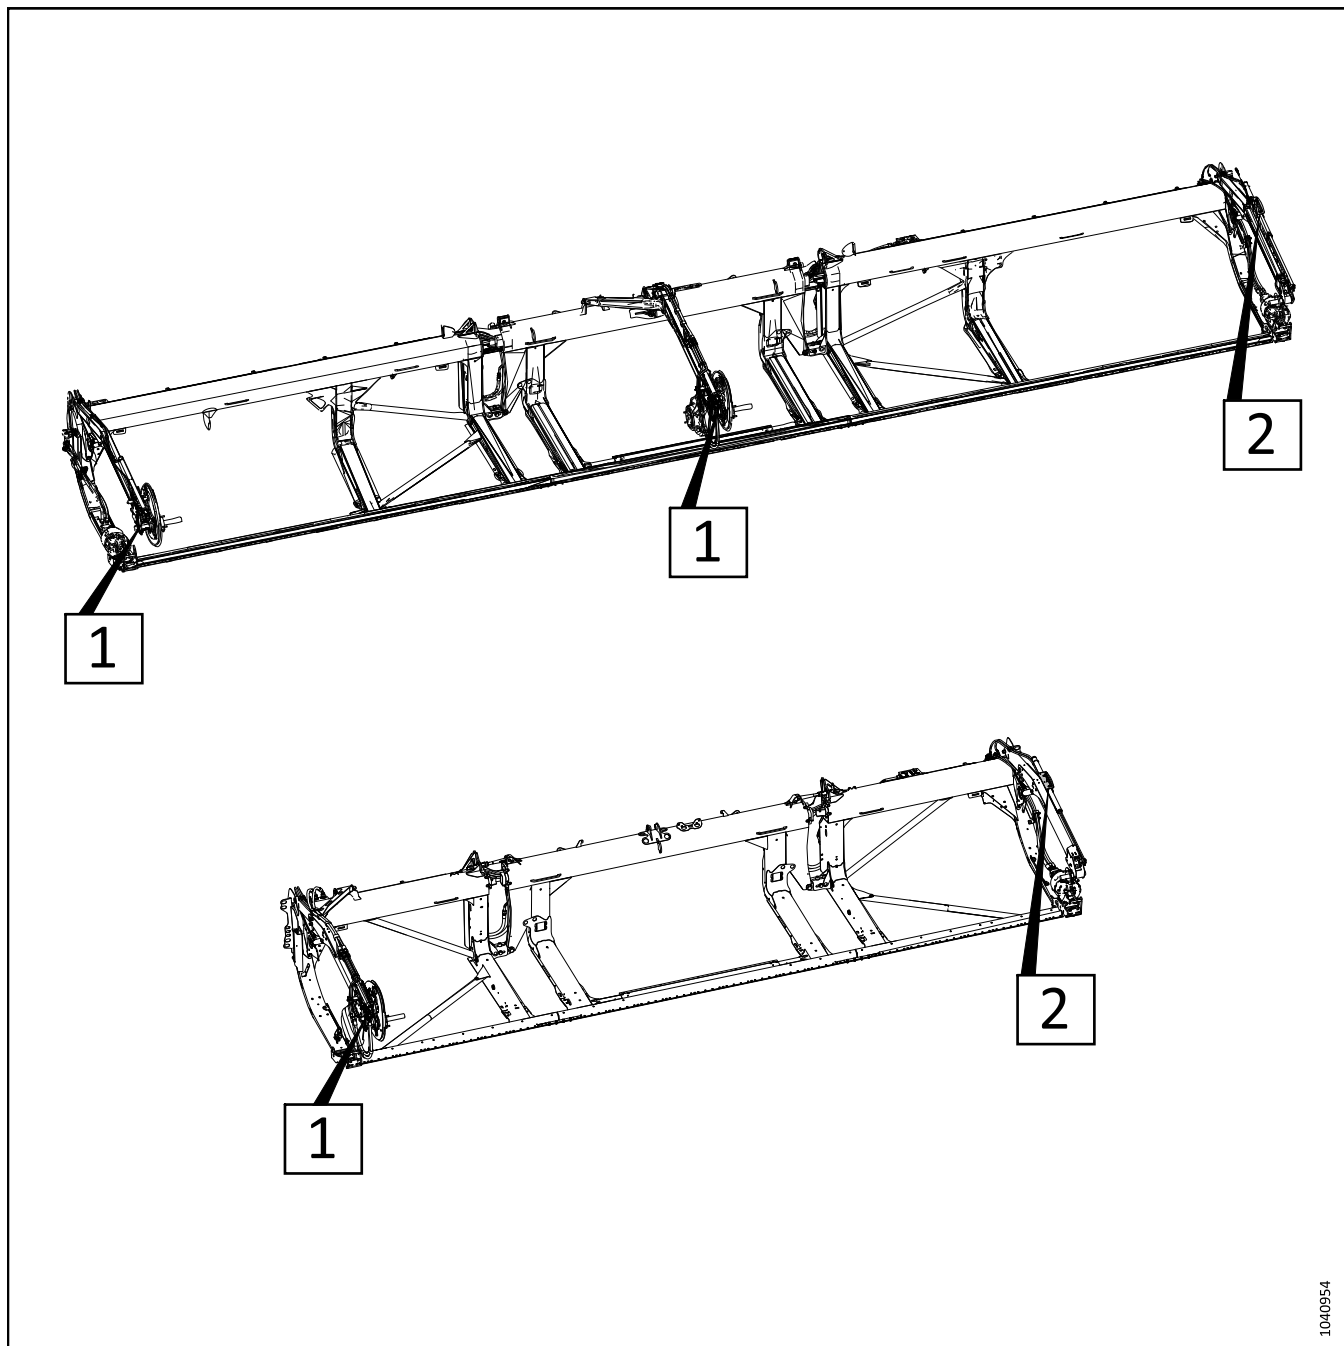

Figure 3.49: Vérins avant-arrière réglables – Numéros de référence des procédures
5. Consultez la figure 3.49, page 95 pour trouver les procédures de réglage des vérins avant-arrière adaptées à votre type de plateforme. Le numéro sur l'illustration se rapporte à l'une des procédures suivantes :